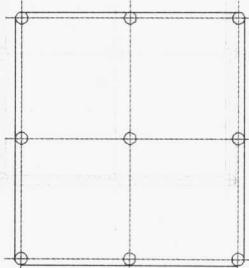

图 1-14 开间向外墙线
(3) 重复以上步骤，完成外墙的外围边线。如图 1-14 所示。